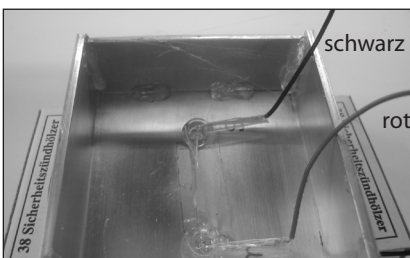

Abb.: 30
2.5.4 Als nächsten Schritt biegen wir die beiden äußeren Drähte der Leuchtdioden nach rechts um (Abb.: 30).